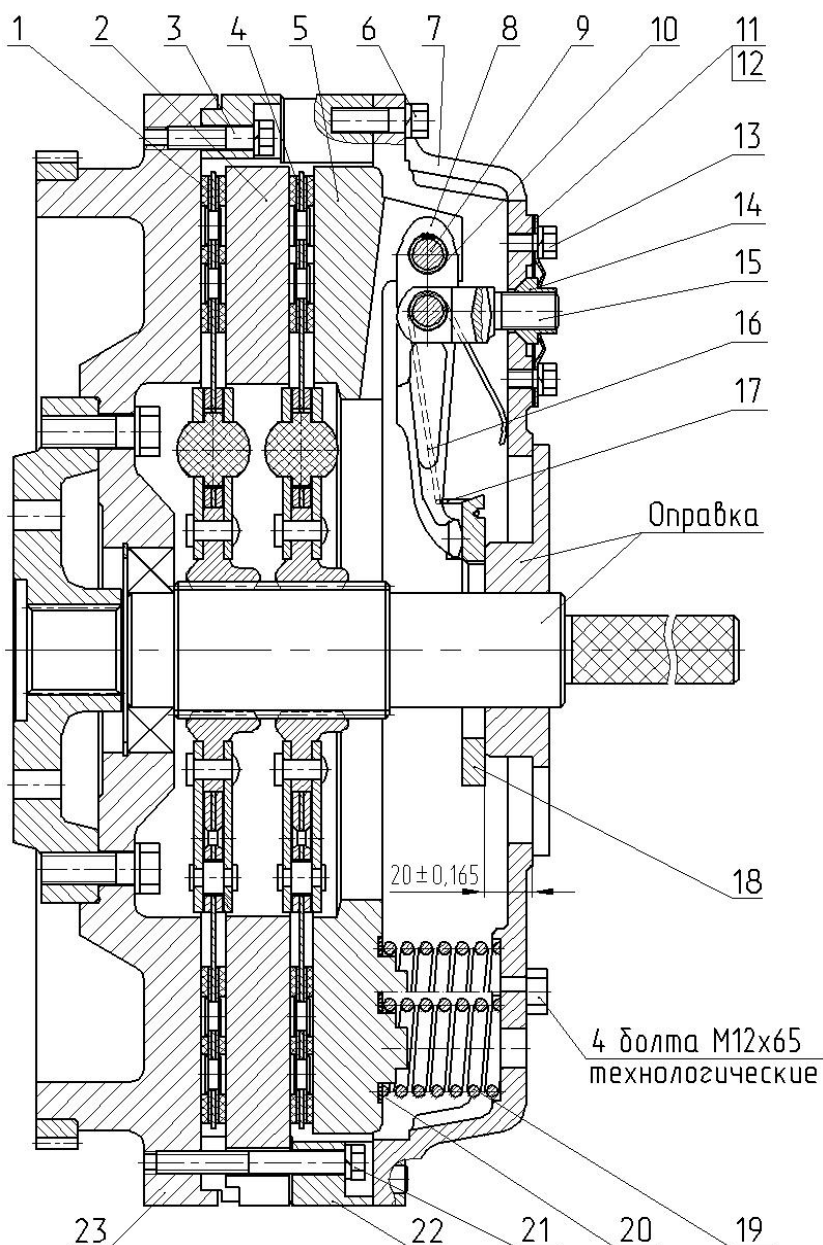

Рис.4.22 Установка сцепления.
- 2) отверните болты (13), (рисунок 4.22), и снимите стопорные пластины (11) и (12);
- 3) отверните регулировочные гайки (14), (рисунок 4.22);
- 4) выверните технологические болты, отпустите и снимите опорный диск (7), (рисунок 4.22), в нажимном приспособлении;
Внимание: Вместо специального нажимного приспособления для разборки дисков сцепления можно применить четыре удлиненных технологических болта с длиной резьбы ~120мм с гайками М12. В этом случае перед снятием дисков сцепления (корзинки) с двигателя необходимо вместо болтов М12х65 установить удлиненные болты, завернув гайки М12 до упора в опорный диск (7), (рисунок 4.22). Для снятия опорного диска необходимо поочередно отворачивать гайки М12, удерживая при этом удлиненные технологические болты от проворачивания.